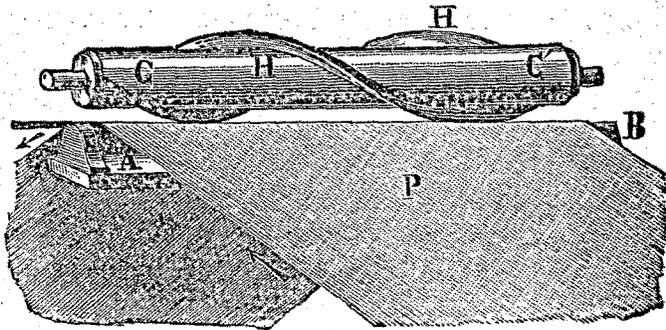

Fig. 250. — Tondeuse.
**Tondage.** — On s'aperçoit alors que les filaments couchés par la *laineuse* n'ont pas tous la même longueur; pour les égaliser, on fait passer la pièce P à la *tondeuse* CC', armée d'une lame hélicoïdale tranchante HH, tout en la tendant sur le support AB (fig. 250). Elle retourne ensuite